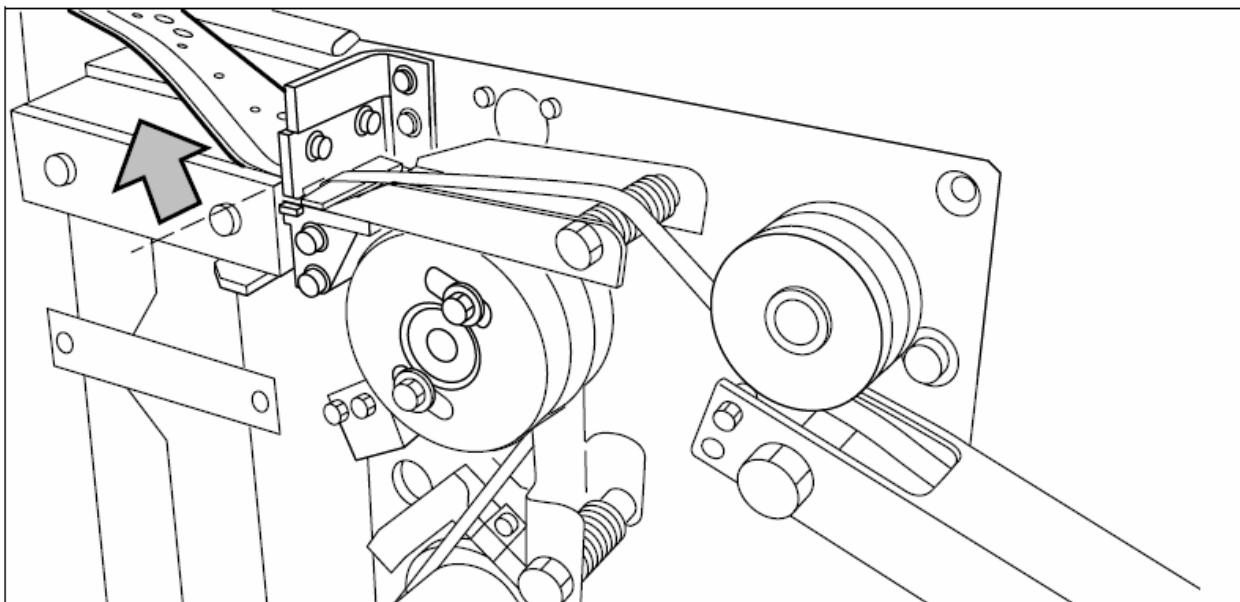

Рисунок 120. Обрезка самоклеящейся ленты с помощью верхнего ножа
5. Придерживая верхнюю направляющую, обрежьте самоклеящуюся ленту с помощью верхнего ножа устройства, для чего быстро дерните за край ленты так, чтобы лента была отрезана верхним ножом (см. рисунок 120).